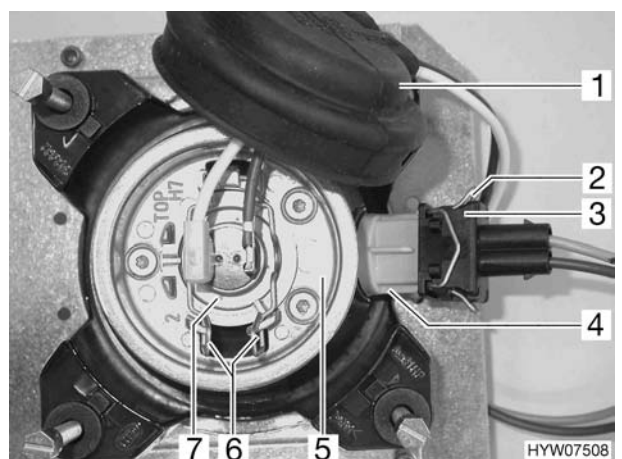

Bild 168 Fernlicht/Standlicht
- Gummikappe (Bild 168,1) vom Lampengehäuse (Bild 168,5) ziehen.
- Die Metallbügel (Bild 168,6) zusammendrücken und aus der Halterung schwenken.
- Glühlampe (Bild 168,7) mit Kabel dem Lampengehäuse entnehmen.
- Metallklammer (Bild 168,2) an Kabelstecker (Bild 168,3) zusammendrücken und Kabelstecker abziehen.
- Lampengehäuse (Bild 168,4) ein Stück entgegen dem Uhrzeigersinn drehen.